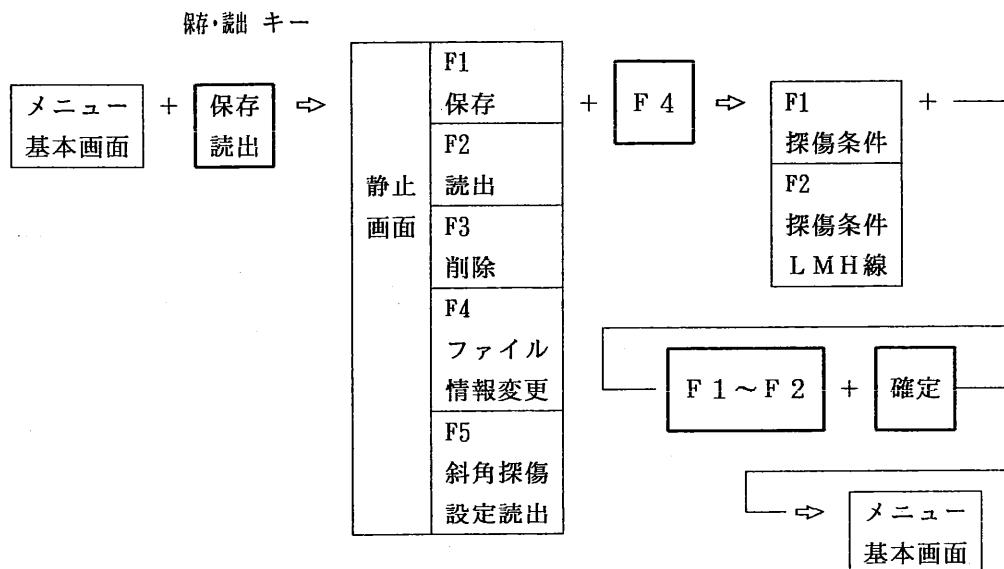

図 6.2.32-12 斜角探傷条件を読み出す方法
[斜角探傷設定読出し手順] (図 6.2.32.12参照)
- ① 機能キー [保存・読み出] を1回押します。表示されている探傷画面が静止し、メニュー エリアには図 6.2.32.12に示す選択メニューが表示されます。
- ② 選択キー [F 5] を押すと斜角探傷条件設定選択メニューが表示されます。
- ③ 探傷条件だけを読み出したい場合は、選択キー [F 1] を、探傷条件とLMH線の両方を読み出したい場合は、選択キー [F 2] を1回押します。